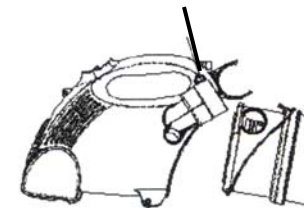

Fig. 7
2. Pour ouvrir la coupelle, appuyez sur le bouton et retirez la coupelle. (Fig. 7)